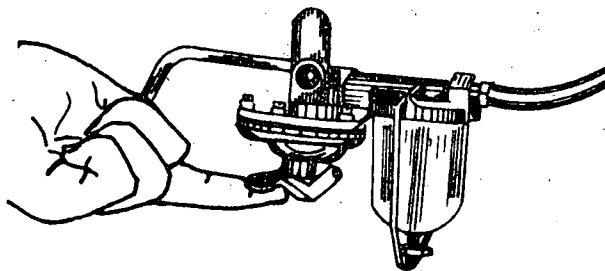

Fig. 3
- d Acione a alavanca da bomba de transferência (fig.3)